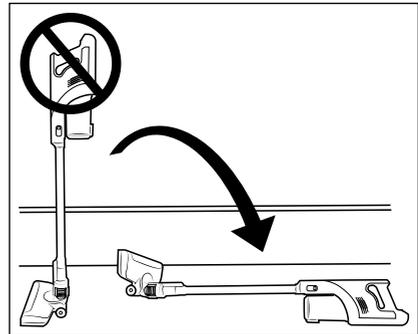

Fig. 9
- ▶ Los orificios de aspiración del aparato y del cepillo para suelos (22), así como el tubo de aspiración (24), deben estar siempre libres y sin obstrucciones. Las obstrucciones provocan el sobrecalentamiento del motor, lo que puede ocasionar daños.
- ▶ Asegúrese siempre de que el filtro HEPA (5) esté colocado antes de utilizar el aparato.
- ▶ No deje la aspiradora en posición vertical cuando interrumpa el funcionamiento o quiera dejar de agarrarla, sino colóquela en el soporte mural (18) o póngala en el suelo en posición horizontal (consulte la fig. 9 y la 10). De lo contrario, podría caerse y dañarse debido a su alto centro de gravedad, así como potencialmente dañar otros objetos con su caída.